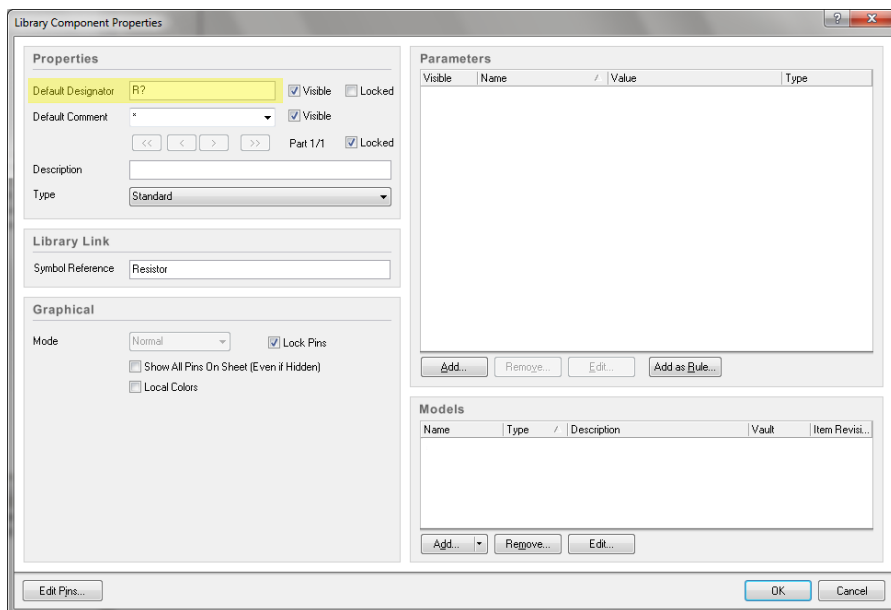

Рисунок 2.7 – Властивості компонента
3. Створюємо новий компонент за допомогою клавіші у Add вікні Components або використавши підменю Tools > New Component та задаємо назву цього компонента – Resistor. Далі задаємо позиційне позначення для цього натискаємо на клавішу Edit у вікні Components або через підменю Tools > Component Properties. У вікні, що з'явилося задаємо необхідні данні відповідно до рис. 2.7.